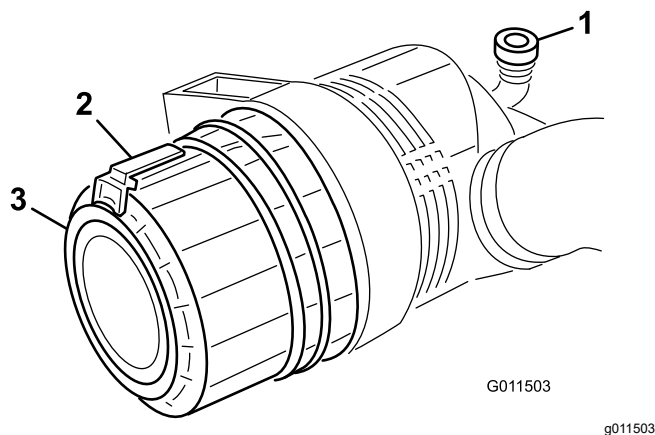

Figure 49
1. Tirez le verrou vers l'extérieur et tournez le couvercle du filtre à air dans le sens antihoraire (Figure 49).